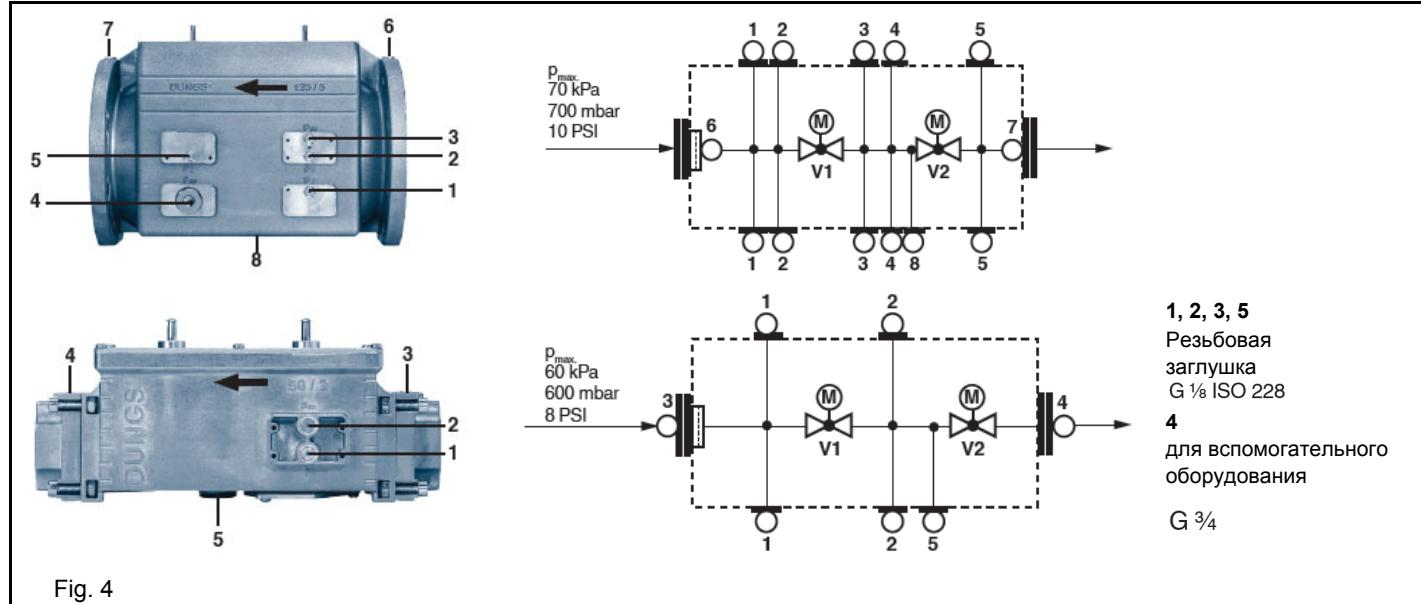

Fig. 4
- Заменяйте фильтр, если разница давления между точками 1 и 3 (Рис. 4)  $\Delta p > 10$  мбар.
2. Сдвинуть VD вперед до упора, рис. 4.